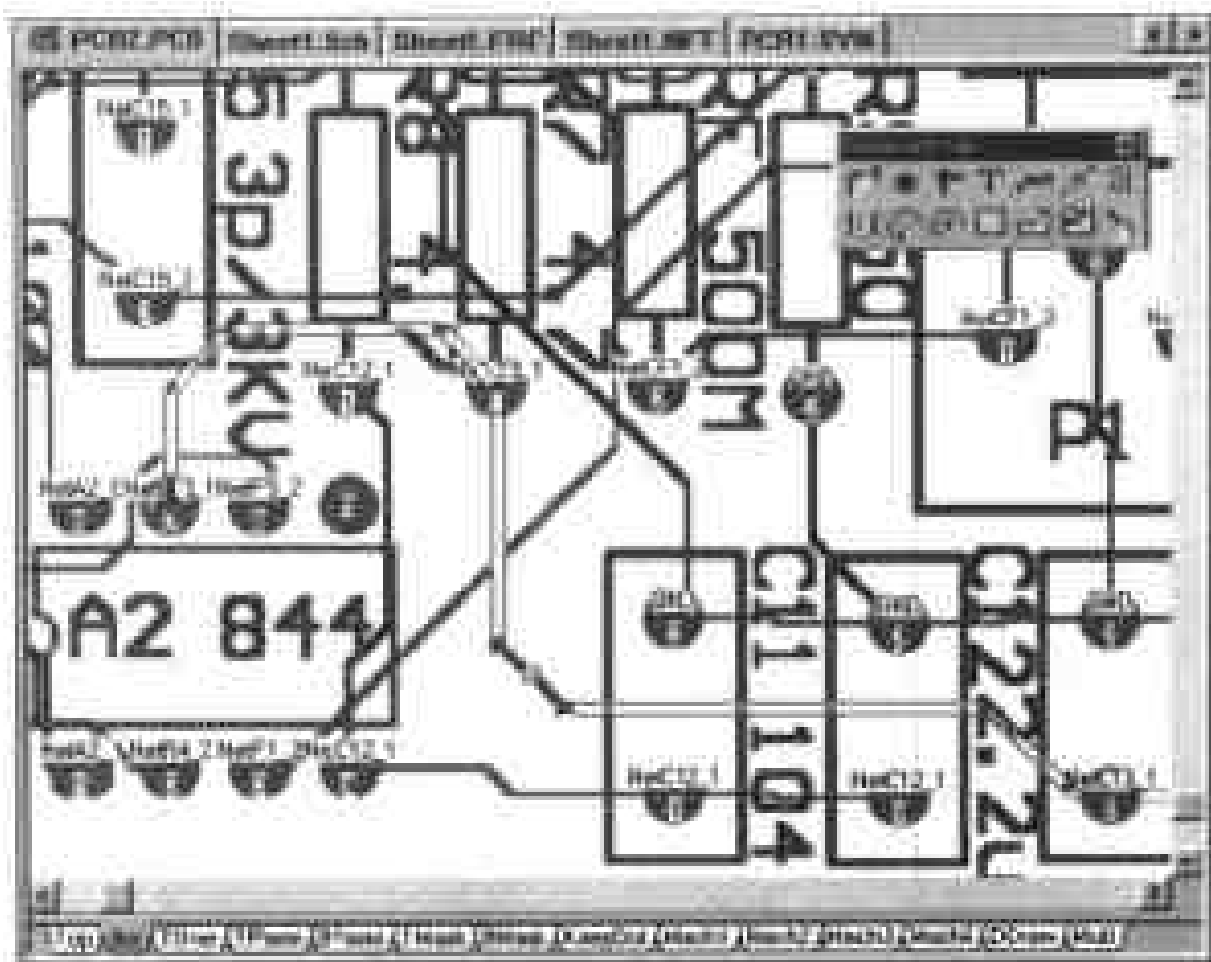

图 8-41 调整走线得到的效果
(3) 考察电路板后,决定在电路板的底层走线,因此在工作窗口底部单击 Bot 标签,切换到底层。
(4) 选择 View > Toolbars > Placement Tools, 在工作窗口中弹出 Placement Tools 工具栏,在其中单击  按钮,选择绘制导线的工具,在图纸中绘制导线,得到如图 8-41 所示的效果。